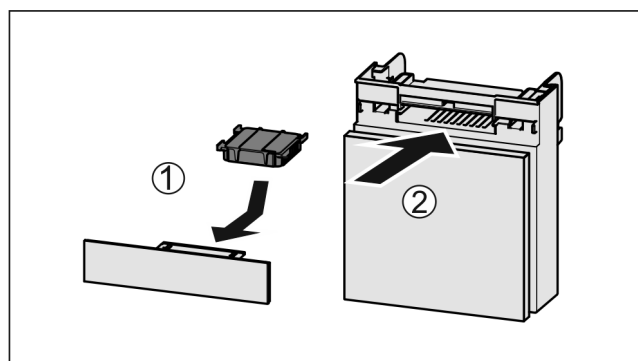

Fig. 158
- ▶ Vložte aktívny uhlíkový filter podľa obrázka Fig. 158 (1).
- ▶ Zasuňte zásuvku Fig. 158 (2).